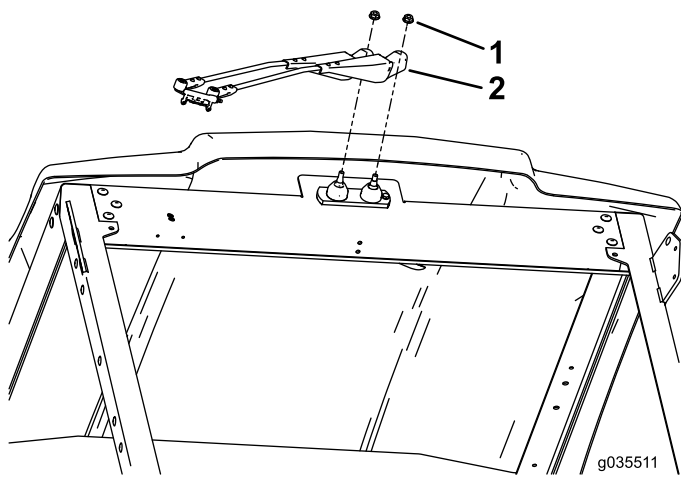

Figura 3
3. Sujete el brazo del limpiaparabrisas con dos contratueras grandes y apriete las tuercas a 23–25 N m, según se muestra en Figura 3.